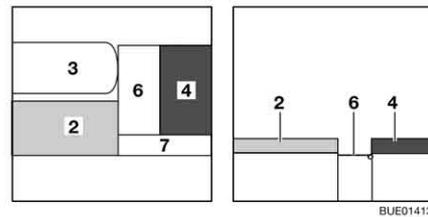
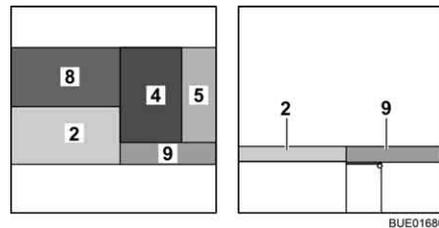

Fig. 121 Durante la transformación
Fig. 122 Después de la transformación
- Enganchar el ensanchamiento de cama (Fig. 121,7) en el armazón de la cama y en la prolongación del armazón de cama.
- Tirar el cojín del asiento (Fig. 121,4) sobre la prolongación del armazón de cama (Fig. 121,6).
- Colocar el cojín del respaldo (Fig. 122,5) entre el cojín del asiento y la pared.
- Colocar el cojín adicional (Fig. 122,8) en la mesa.
- Colocar el cojín adicional (Fig. 122,9) sobre el ensanchamiento de cama (Fig. 121,7).